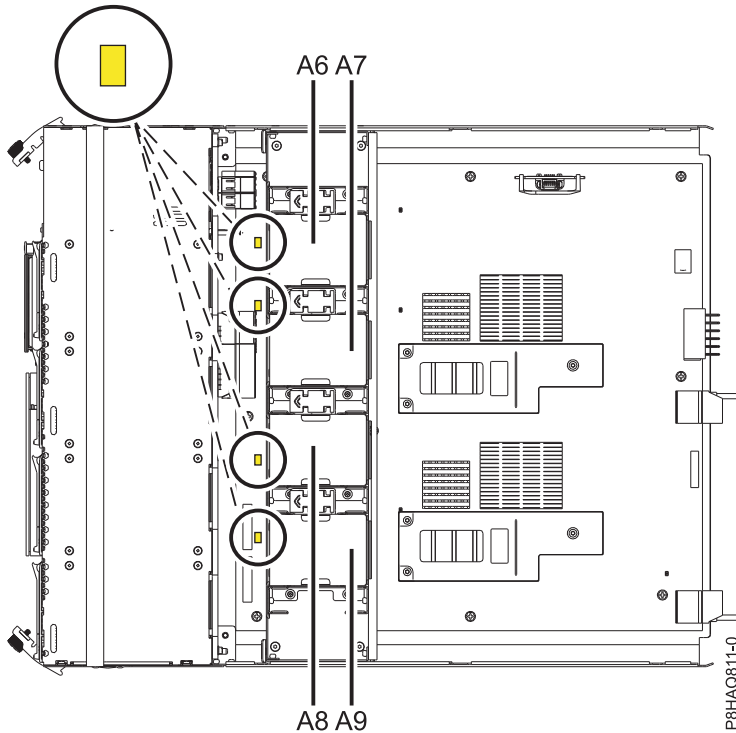

Abbildung 9. Position der internen Lüfter und Kennzeichnungs-LEDs
6. Suchen Sie die internen Lüfter, die in Abb. 9 auf Seite 12 angegeben sind. Schlägt einer der internen Lüfter fehl, müssen alle vier Lüfter als Einheit ausgetauscht werden. Die vier internen Lüfter werden im FRU-Kit bereitgestellt.